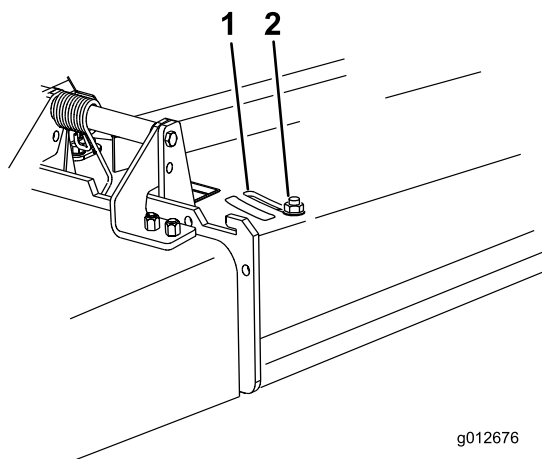

Figura 19
- Para ajustar el deflector, afloje la tuerca (Figura 19).